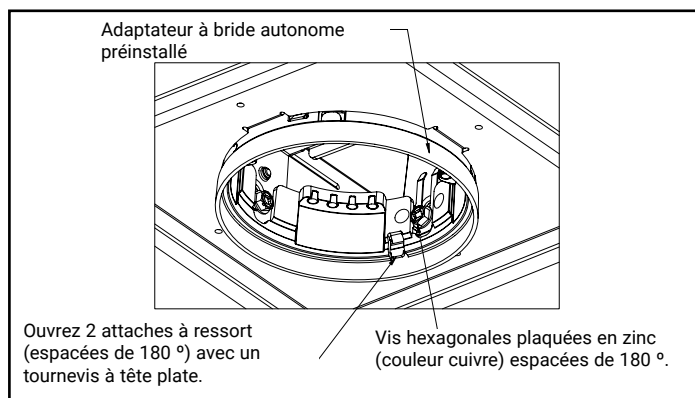

Figure 1.
3. Localice los tornillos hexagonales zincados (color cobre) (ver la Fig. 1). Aflójelos un poco, pero no los quite del todo. Para retirar el adaptador estándar de 0.5 in-0.75 in (1.27 cm-1.91 cm), abra el clip con un destornillador de cabeza plana para desengancharlo de la ranura del collar.